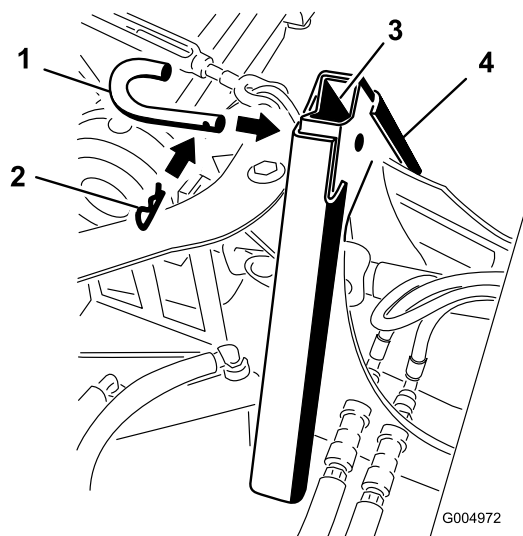

図 71
3. アダプタ同士が相互に連結したら、アタッチメントピンとヘアピンコッターで固定する 図 71。